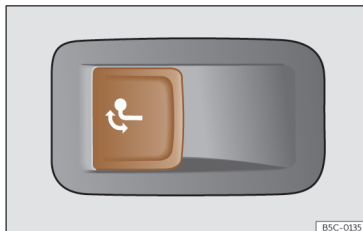

Fig. 195 No lado esquerdo da bagageira: botão para desbloquear o gancho de reboque.
- Puxe o botão >>> Fig. 195 de forma breve. O gancho de reboque desbloqueia-se eletricamente e roda-se automaticamente para fora. A luz de controlo do botão pisca.
- Puxe o botão >>> Fig. 195 de forma breve. O gancho de reboque desbloqueia-se eletricamente.
- Nunca pressione o botão >>> **Fig. 195** quando tiver um reboque engatado ou estiver montado um porta-bagagens ou outros acessórios sobre o gancho de reboque.